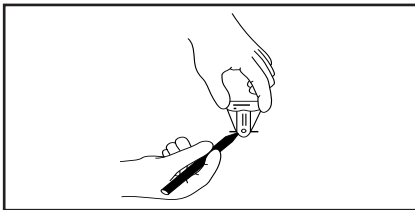

FIGURA 9
- f) Per determinare la localizzazione esatta del MAGNA-SITE™, ruotare il MAGNA-FINDER™ di 90° e muoverlo di nuovo lentamente avanti e indietro. Quando il localizzatore magnetico è di nuovo perpendicolare, contrassegnare con altri due punti, come illustrato nella Figura 9.